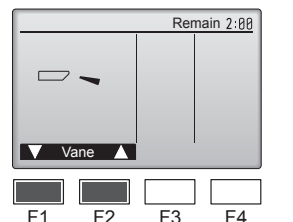

Fig. 8-4
- ② Appuyez sur la touche [SELECT/HOLD] pour afficher l'écran de fonctionnement des ailettes, puis appuyez sur les touches [F1] et [F2] pour contrôler le mouvement automatique des ailettes. (Fig. 8-4)